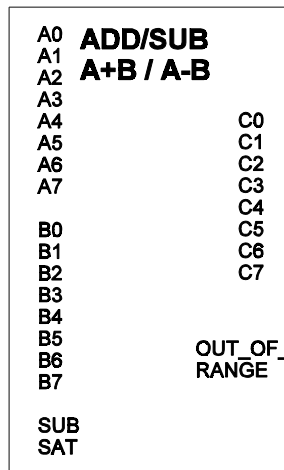

Abb. 2
5. Entwerfen Sie ein 8-Bit-Rechenwerk für natürliche Binärzahlen. Es soll zwei wählbare Betriebsarten haben (Abbildung 2):